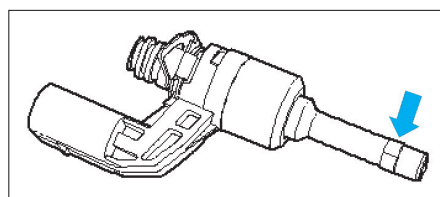

Fig. 40
- Sectionner la bague-joint en téflon de l'injecteur (Fig.40).